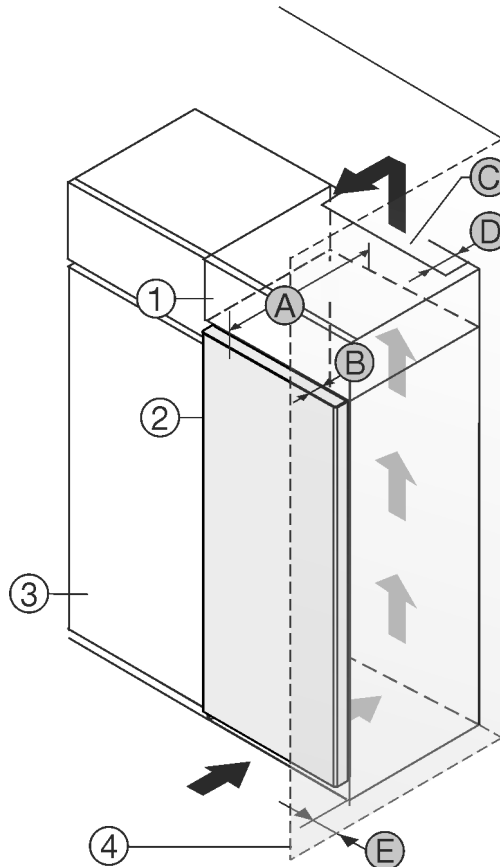

Fig. 1
- (1) Rátétszekrény *
- (2) Berendezés *
- (3) Konyhaszekrény *
- (4) Fal *
- (5) Készülék mélysége *
- (6) Ajtó mélysége *
- (7) Szellőzés keresztmetszete *
- (8) Készülék hátsó oldalának távolsága *
- (9) Távolság a készülék oldalától *
A készülék közvetlenül a konyhaszekrény Fig. 1 (3) mellé állítható.*
A rátétszekrény hátoldalán egy megadott mélységű Fig. 1 (5) szellőzőaknákat kell kialakítani a rátétszekrény teljes szélességében.*
A mennyezet alatt be kell tartani a szellőző keresztmetszetet Fig. 1 (6)*.
Ha a készüléket a zsanérjaival a fal Fig. 1 (4) mellé állítja fel, legalább 13 mm távolságot kell tartani a faltól.*
Ha a készüléket a zsanérjaival a fal Fig. 1 (4) mellé állítja fel, legalább 20 mm távolságot kell tartani a faltól.*
Ahhoz, hogy az ajtót teljesen ki tudja nyitni, a készüléknek a konyhaszekrény elülső oldalához képest legalább az ajtó mélységének Fig. 1 (B) megfelelően ki kell állnia. A konyhaszekrények Fig. 1 (3) mélységétől és a fali távtartók használatától függően a készülék nagyobb mértékben is túllóghat előre felé.*